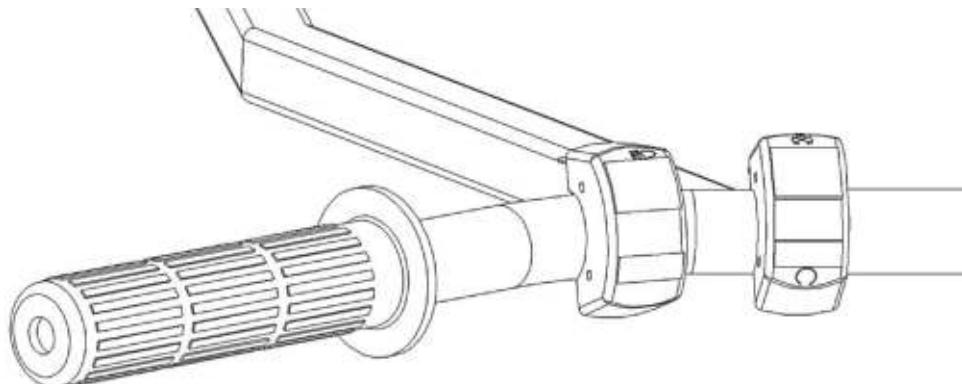

Рис. 7. Выключатель зажигания и тумблер включения фары
- 1) Заменить масло в двигателе на масло с более низкой вязкостью, по классификации SAE: 5W-30, 5W-40, 0W-30, 0W-40, Для подбора масла можно воспользоваться рис. 7, где показаны температурные диапазоны работоспособности всесезонных зимних масел. Подберите масло с диапазоном температур наиболее подходящих для вашей местности.
- внутреннюю сторону тарелок, где ходят грузики по направляющей, протереть ветошью с графитной смазкой, затем вытереть насухо (см. рис. 7).